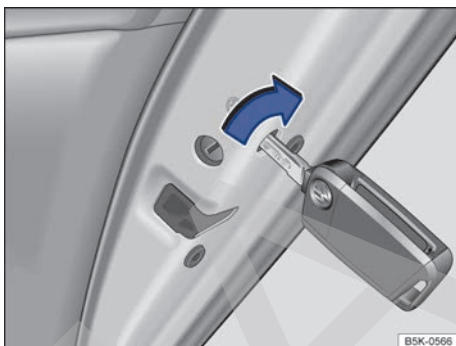

Fig. 200 En el frontal de la puerta trasera derecha: bloqueo de emergencia del vehículo con la llave del vehículo.
- Introduzca el paletón en la ranura que hay detrás del orificio y gírelo en el sentido de las agujas del reloj en el caso de la puerta derecha ⇒ fig. 200 (flecha) o en el sentido contrario al de las agujas del reloj en el caso de la puerta izquierda.